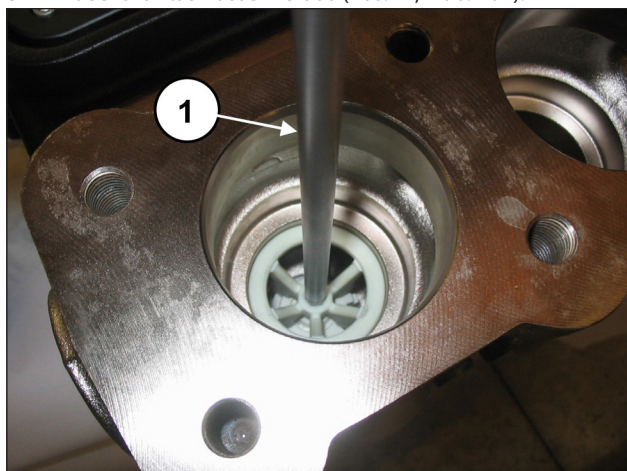

Abb. 104
Ziehen Sie das Distanzstück der Ventilführung mit einem 8-mm-Sechskantschlüssel heraus (Pos. ①, Abb. 104).